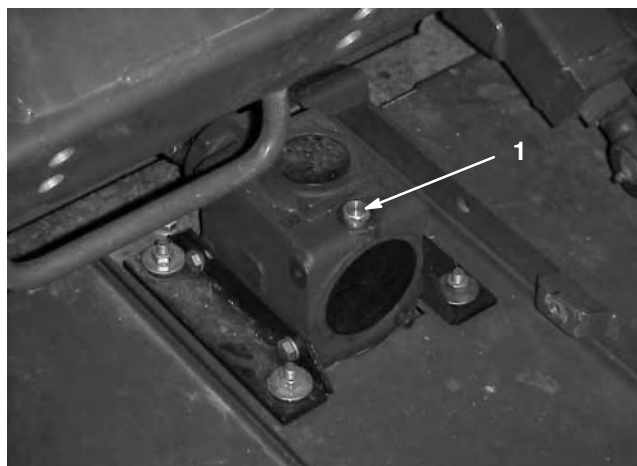

Bild 5
2. Nehmen Sie den Peilstab bzw. die Füllschraube oben vom Getriebe ab (Bild 5) und stellen Sie sicher, dass der Schmiermittelstand zwischen den Marken am Peilstab liegt. Wenn der Schmiermittelstand niedrig ist, füllen Sie Schmiermittel ein, bis der Stand zwischen den Marken liegt.